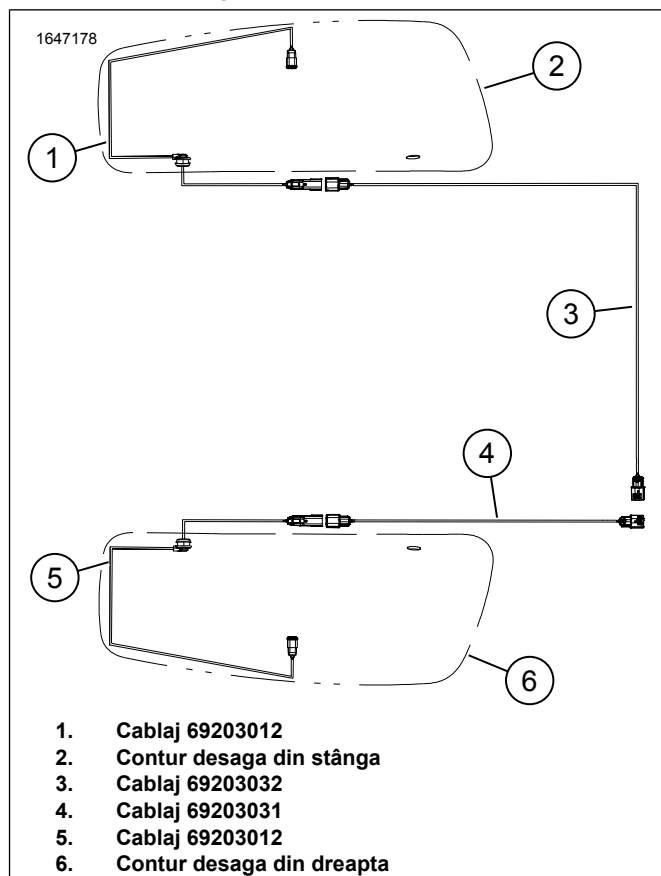
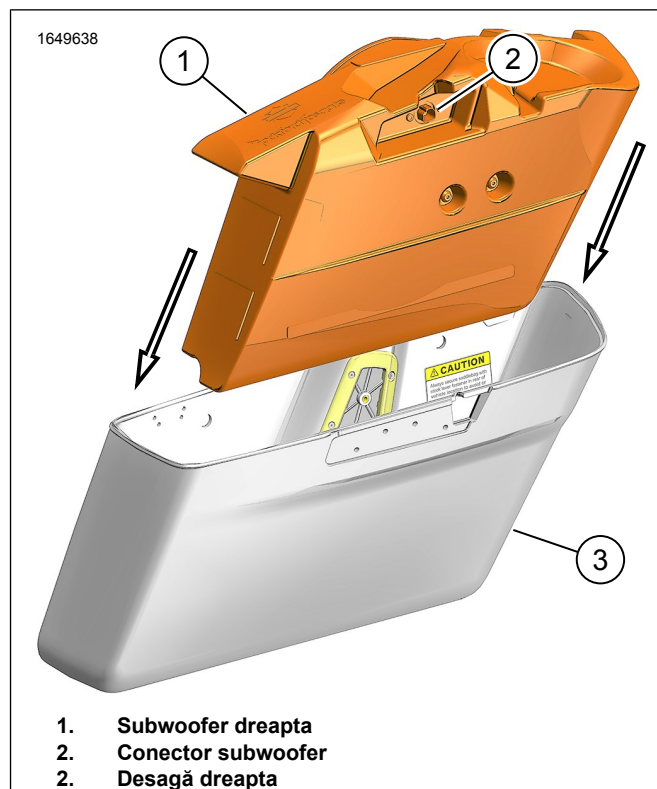

Figura 15. Direcționarea cablajului subwooferului
Figura 19. Instalare subwoofer
10. A se vedea figura 15. Montați cablajul 69203012 (5) în desaga din dreapta.
11. A se vedea figura 15. Conectați cablajul 69203031 (4) la cablajul 69203012 (5).
15. A se vedea figura 19. Instalați subwooferul (2).
16. A se vedea figura 15. Conectați cablajul 69203012 (5) la conectorul subwooferului (2). A se vedea figura 19.
2. A se vedea figura 15. Montați cablajul 69203012 (5) în desaga din dreapta.
3. A se vedea figura 15. Conectați cablajul 69203032 (3) la cablajul 69203012 (5).
7. A se vedea figura 19. Instalați subwooferul (2).
8. A se vedea figura 15. Conectați cablajul 69203012 (5) la conectorul subwooferului (2). A se vedea figura 19.